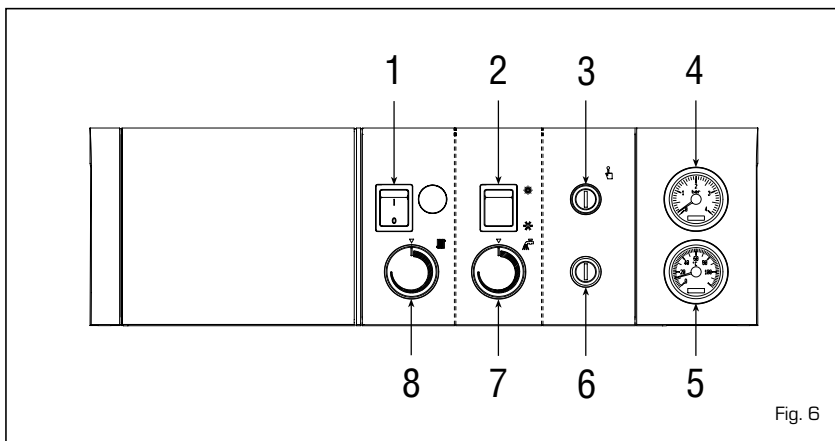

Fig. 6
3.2.1 Inbedrijfstelling van de ketel (fig. 6)
- om een optimale functionering van de verwarmingsketel te garanderen en eventuele condensvorming te voorkomen, wordt aangeraden de knop van de thermostaat van de verwarmingsketel (8) op een temperatuur van tenminste 60°C te zetten. De ingestelde temperatuurwaarde kan aan de hand van de thermometer (5) worden gecontroleerd.
3.2.2 Veiligheidsaquastaat (fig. 6)
3.2.3 De installatie vullen (fig. 6)
3.2.4 De ketel uitschakelen (fig. 6)